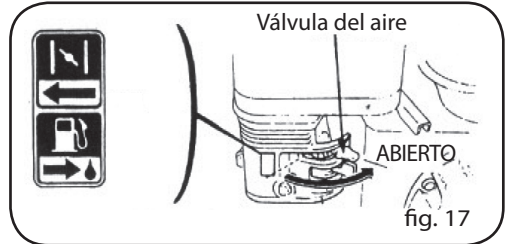

fig. 17
1. Precaliente el motor y coloque la palanca del aire en posición de "ABIERTO" (Fig.17).